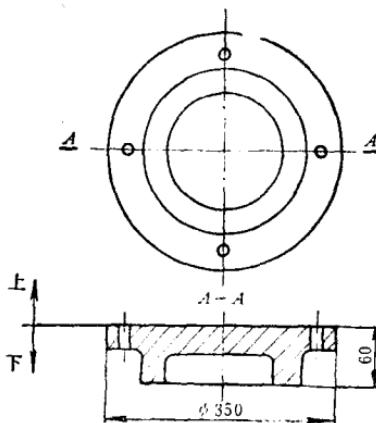

图1 法兰盘
法兰盘在各种机床中，是常见的零件之一，也是最易制造的铸件。图1所示为
3) 支口的使用：在两层或两层以上砂箱都有砂型的情况下，才应用支口。当制作法兰盘（见图 1）就无需用支口了，因为盖箱是平箱，没有错箱的问题。